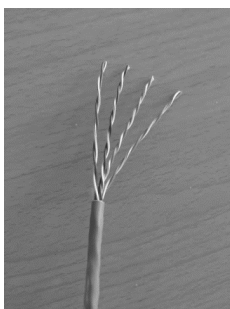

图 3.1 网线
制作网线需要使用以下一些工具及材料：①网线(图 3.1)；②RJ-45 水晶头(图 3.2)；③压线钳(图 3.3)；④网线测试仪(图 3.4)。